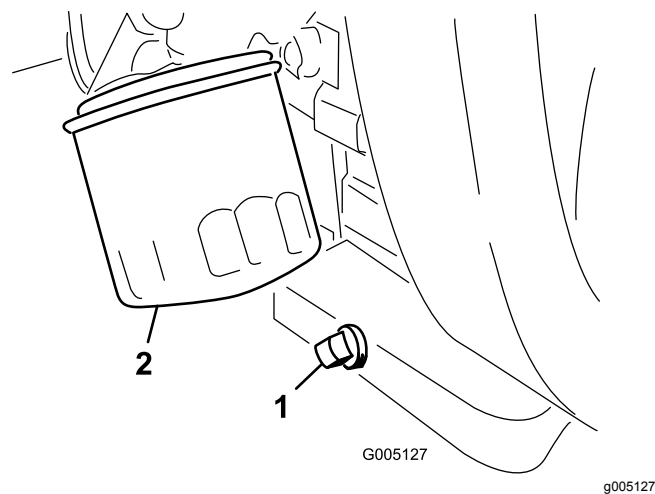

Figura 47
2. Retire o filtro do óleo (Figura 47). Aplique uma leve camada de óleo limpo na gaxeta do novo filtro.
1. Retire o tampão de escoamento (Figura 47) e deixe o óleo escorrer para um recipiente adequado. Quando o óleo parar, volte a montar o tampão de escoamento.